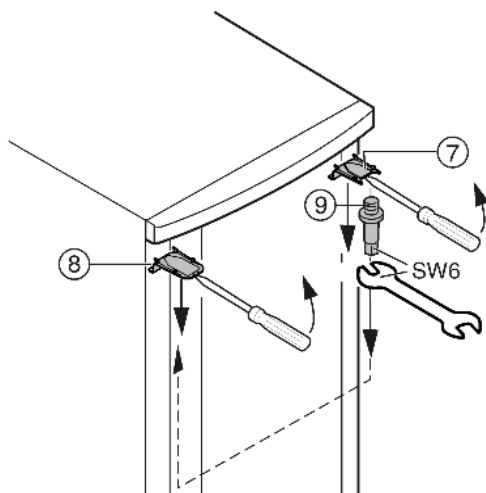

Fig. 6
- ▶ Aan de bovenkant afdekking *Fig. 6 (7)* en afdekking *Fig. 6 (8)* met een schroevendraaier losklikken en schuin naar beneden verwijderen.
- ▶ Lagerbout *Fig. 6 (9)* uitdraaien en aan de andere kant **goed (min. 4 Nm)** vastschroeven.
- ▶ Afdekking *Fig. 6 (7)* aan de kant van de lagerbout weer aanbrengen: achteraan inzetten, vooraan vastklikken.
- ▶ Afdekking *Fig. 6 (8)* op de tegenoverliggende kant monteren: achteraan inzetten, vooraan vastklikken.
- ▶ Deur boven in de lagerbout *Fig. 6 (9)* hangen.